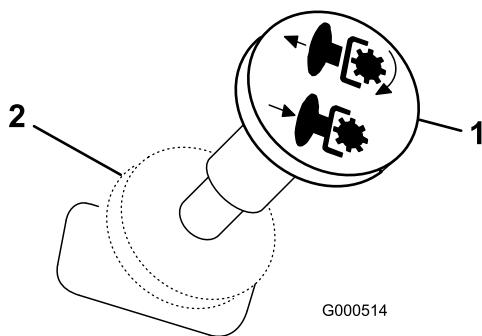

Figure 8
3. Désengagez les lames en plaçant la commande des lames en position désengagée (Figure 8).
2. Désengagez les lames en plaçant la commande des lames en position désengagée (Figure 8).